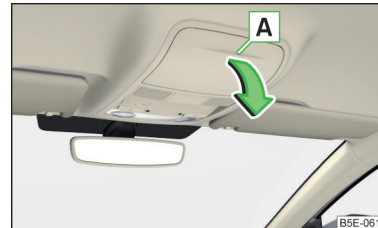

Abb. 84
- › Zum **Öffnen** auf den Deckel des Brillenfachs im Bereich **A** drücken. Das Fach klappt in Pfeilrichtung » Abb. 84.